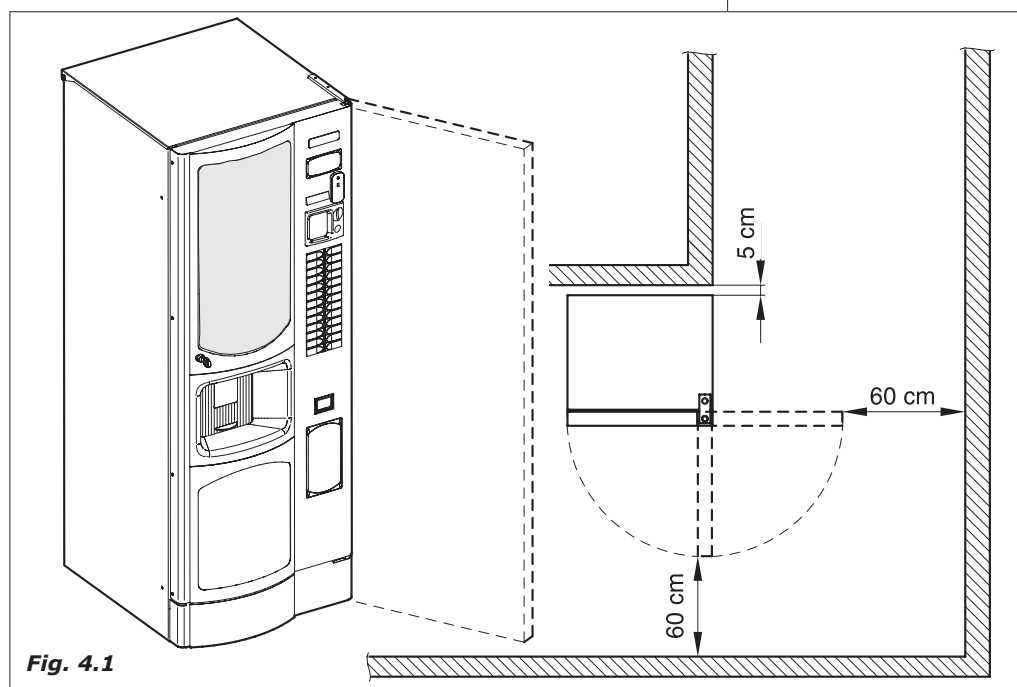

Fig. 4.1
- Se posizionato vicino ad una parete, lo schienale deve avere una distanza minima di 5 cm dalla stessa (Fig.4.1), per permettere la regolare ventilazione. In nessun caso coprire il distributore con panni o similari.
Se l'installazione avviene in corridoi di evacuazione di sicurezza assicurarsi che con il distributore a porta aperta rimanga comunque spazio sufficiente al passaggio (Fig.4.1).